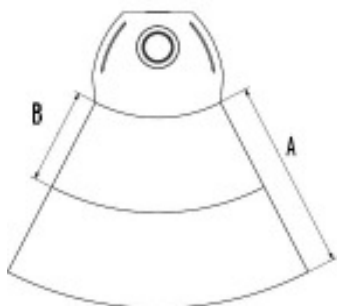

fig. 8
Per gli elementi costruttivi, i mobili e i tessuti di arredamento infiammabili situati nella zona di irraggiamento della stufa è necessario rispettare una distanza minima di **80 cm** (A), misurati dal bordo anteriore dell'apertura del focolare. La distanza di sicurezza si riduce ai **40 cm** (B) qualora di fronte all'elemento sia installata una protezione areata (v. fig. 8).